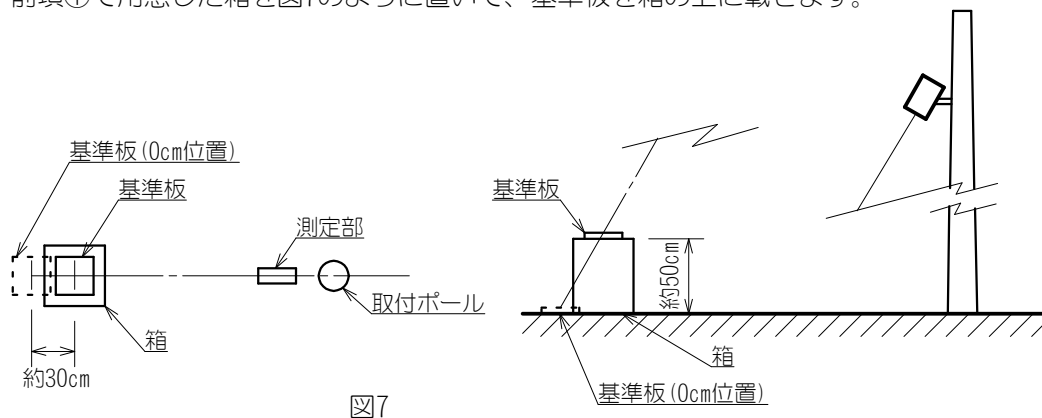

図7
- ④ 測定間隔を1分に設定します。（11頁2. 測定間隔設定 を参照）
- ⑤ 前項①で用意した箱を図7のように置いて、基準板を箱の上に載せます。